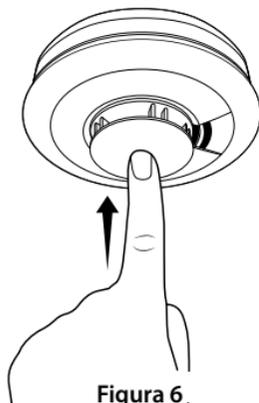

Figura 6.
- 7 Presione el botón de prueba de cada alarma de humo para asegurarse de que la unidad de alarma de humo funciona. Consulte la Figura 6.
- Mantenga pulsado el botón de prueba/silencio hasta que la alarma suene y la luz LED de alarma parpadee en rojo. Consulte la **Figura 6**. La alarma dejará de sonar poco tiempo después de soltar el botón.